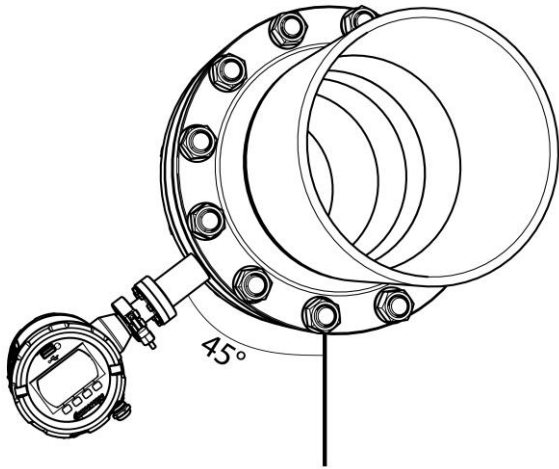

Figure 2-2 : Exemple de montage sur un tuyau horizontal
- pour obtenir les mesures les plus fiables, il est recommandé d'effectuer une installation latérale à un angle de 45°, vu/mesuré depuis le bas du tuyau (Figure 2-2) ;